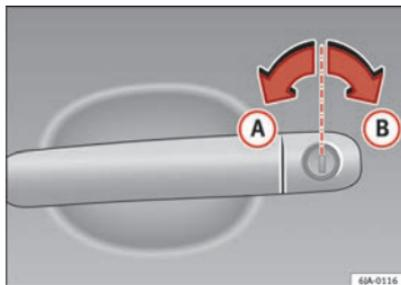

Fig. 45 Positions de la clé pendant le verrouillage et le déverrouillage du véhicule
- Tournez la clé dans le barillet, côté conducteur, dans le sens de la marche jusqu'à sa position d'ouverture (A) ⇒ fig. 45.
- Tournez la clé dans le barillet, côté conducteur, dans le sens contraire de la marche jusqu'à sa position de fermeture (B) ⇒ fig. 45.